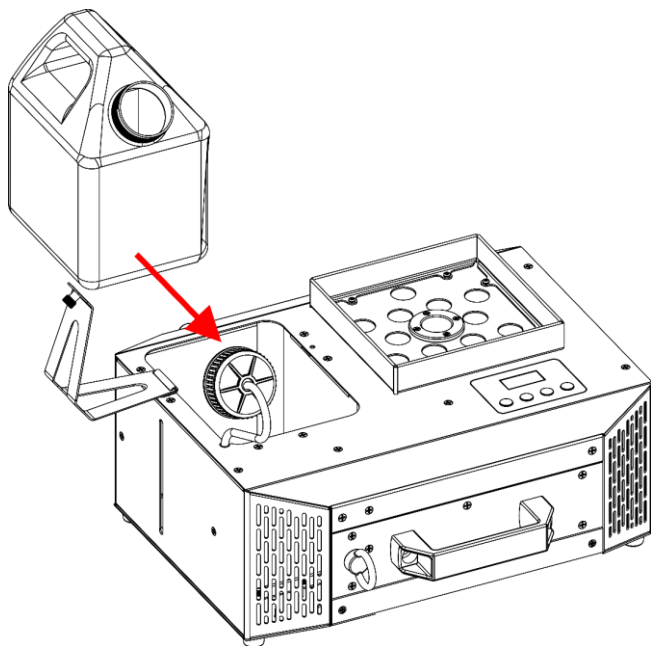

Fig. 44
- 09) Plaats de **vloeistoftank (02)** terug in het apparaat, zoals getoond in Fig. 44.